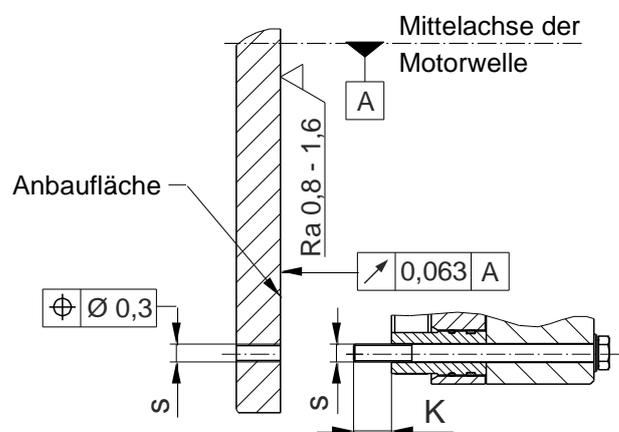

Bild 5
- ❑ Die Anbaumaße und die Anschraubgewinde s mit Tiefe $K + 2 \text{ mm}$ ($K = \text{Schraubenüberstand}$) gemäß Katalog, bzw. zugehöriger Zusammenstellungszeichnung müssen gegeben sein (Bild 5).